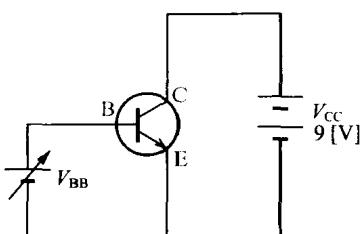

图 1.11 发射极接地电路
1. 在图 1.11 的晶体管电路中, 若基极电压  $V_{BB}$  从  $0.2V$  变化到  $0.6V$ , 则基极电流  $I_B$  从  $1mA$  变到  $5mA$ , 集电极电流  $I_C$  从  $100mA$  变到  $300mA$ 。这时求下面的值:
① 发射极电流的变化量。